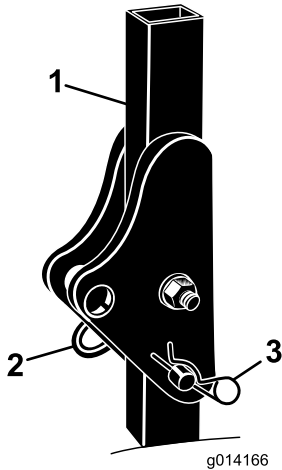

图5
1. 从翻车保护杆上卸下发卡销和柱销图5。
2. 将翻车保护杆提升至直立位置然后安装 2 个柱销并用发卡销将其固定图5。